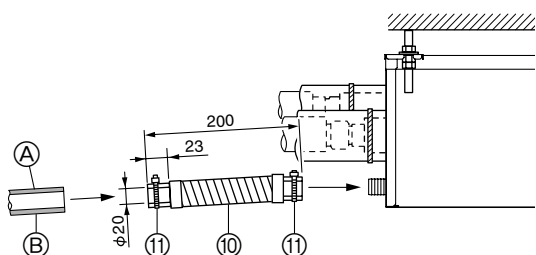

Fig. 8-1
- (1) Нанесите ПВХ адгезив (приобретается на месте) на дренажное соединение ответвительной коробки и насадите присоединяемый дренажный шланг ⑩ на соединение как можно дальше. (Fig. 8-1)
- (2) Вставьте жесткую ПВХ трубу (VP-16, приобретается на месте) в присоединяемый дренажный шланг ⑩, нанесите клей и закрепите ее. (Fig. 8-1)
- (3) Наденьте зажим ⑪ на присоединяемый дренажный шланг ⑩. (Fig. 8-1)